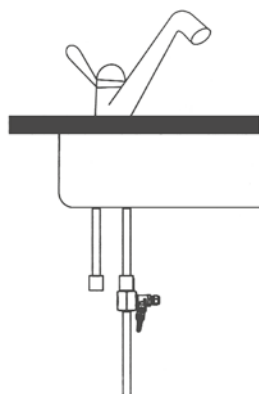

Рис. 12
2.4. Установите узел в сборе в разрыв гибкой подводки смесителя, как показано на **рис. 12**. Используйте гаечный или разводной ключ.